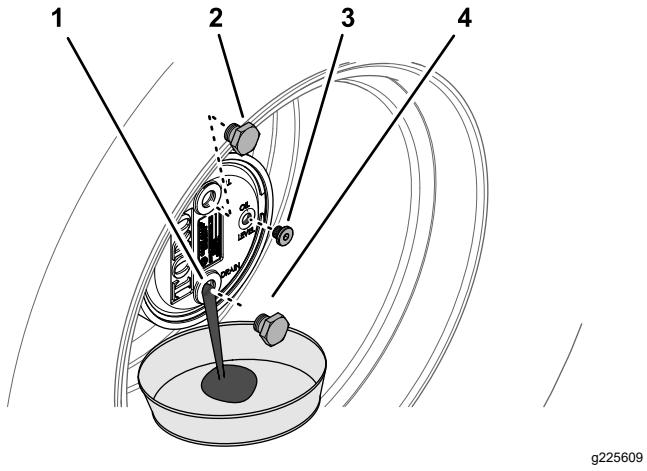

Figure 92
- Retirez le bouchon de remplissage à la position 12 heures et le bouchon de contrôle à la position 3 heures (Figure 92).
- Placez un bac de vidange sous le moyeu du train planétaire et enlevez le bouchon de vidange à la position 6 heures pour permettre la vidange complète de l'huile (Figure 92).
- Remettez le bouchon de vidange dans l'orifice de vidange du carter de planétaire (Figure 92).